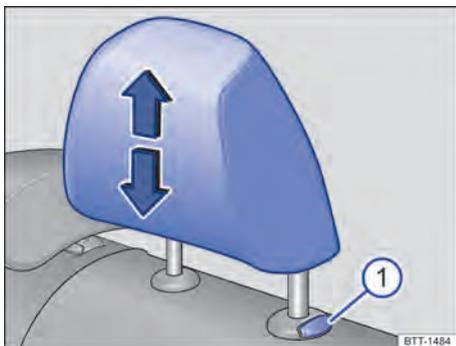
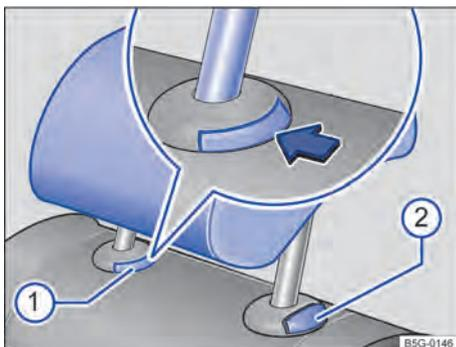

Fig. 67 Nos assentos laterais traseiros: remover o apoio para cabeça.
Fig. 68 No assento traseiro central: remover o apoio para cabeça.
- Empurrar o apoio para cabeça para baixo com o botão → Fig. 67 ① ou → Fig. 68 ①.
- Retirar totalmente o apoio para cabeça com o botão → Fig. 67 ① ou → Fig. 68 ① pressionado.